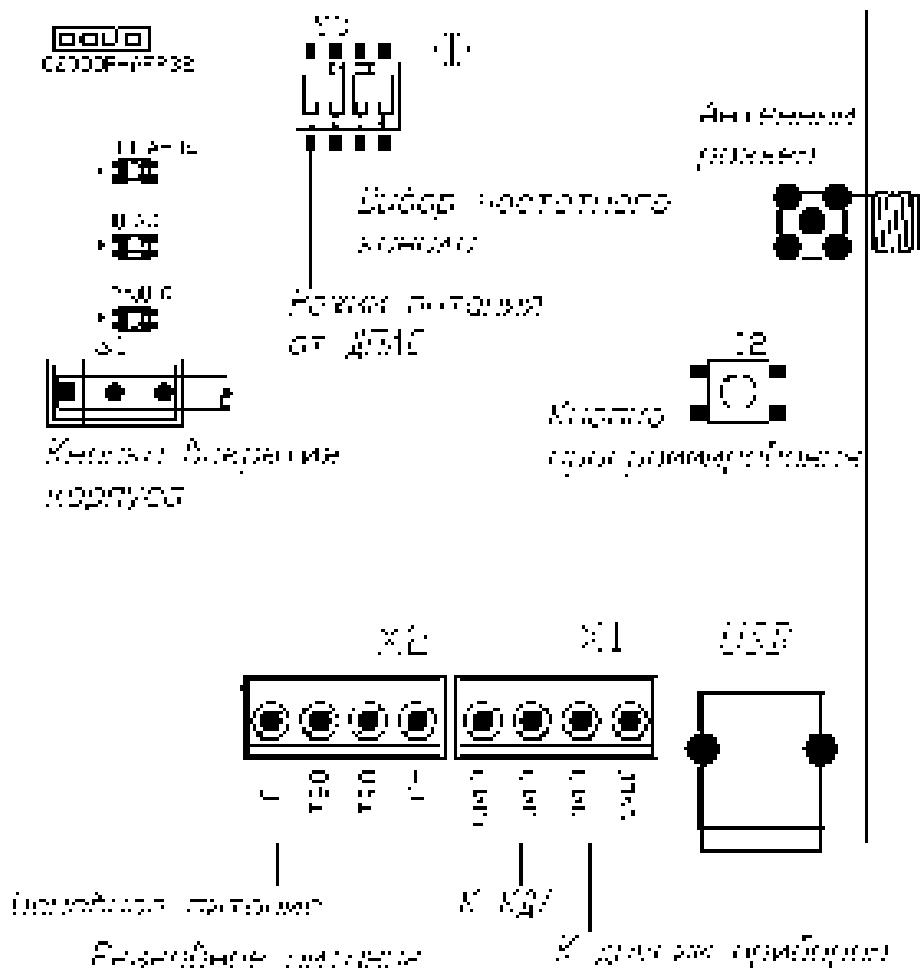

Рисунок 4.1 «C2000P-APP32»
Существует два режима питания APP32, выбор режима осуществляется при помощи переключателя S3.1 (см. Рисунок 4.1).
В режиме питания от внешних источников, подключаемых к клеммам X2 (см. Рисунок 4.1), при штатной работе системы отсутствует потребление из сети ДПЛС. В данном режиме APP32 контролирует напряжение внешних источников питания, которое должно находиться в диапазоне от 9 до 28 В.
APP32 имеет три двухцветных светодиодных индикатора (см. Рисунок 4.1):
2. Подключите антенну, входящую в состав прибора, к антенному РЧ разъему на плате (см.Рисунок 4.1);
Выбор РЧ канала осуществляется вручную посредством переключателей S3.2—S3.4 (см. Рисунок 4.1), либо в автоматическом режиме. После выбора канала APP32 и все подключённые к нему РУ переходят на выбранный канал в течение трёх периодов опроса.
Процедура запускается посредством комбинации нажатий кнопки программирования S2 (см. Рисунок 4.1) **«двойное короткое – длинное»**. Процедура анализа занимает 4 минуты, при этом подаётся световая индикация: светодиоды «Питание» и «ДПЛС» выключены, «Радио» поочерёдно мигает зелёным и жёлтым с частотой 4 раза в секунду.
- Установите переключатели S3.2, S3.3 и S3.4 (см. Рисунок 4.1) в положение «On».